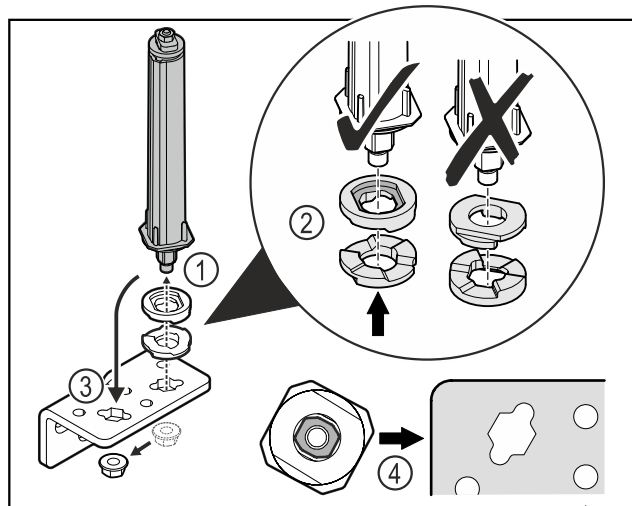

Fig. 38
- ▶ Vabastage mutter ja eemaldage ukسلukustussüsteem Fig. 38 (1).
- ▶ Pöörake tähelepanu kõrguseadeseibide korrektsele väljajoondusele Fig. 38 (2).
- ▶ Paigutage ukسلukustussüsteem šarniirnergikus ümber ja fikseerige mutriga Fig. 38 (3).
- ▶ Pöörake sissepanemisel tähelepanu ukسلukustussüsteemi korrektsele väljajoondusele Fig. 38 (4).